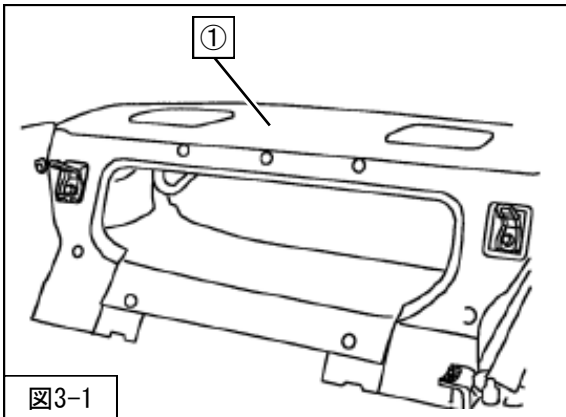

図3-1
1. ①リアパーセルシェルフフィニッシャーを取外してください。(図3-1)
を車両に取付けてください。(図3-1)